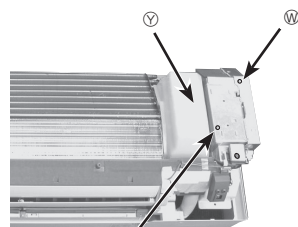

Fig. 6-4
5. Retire las cubiertas frontal y lateral de la caja eléctrica (1 tornillo cada una). (Fig. 6-4)
6. Quite el corte de agua. (Fig. 6-4)